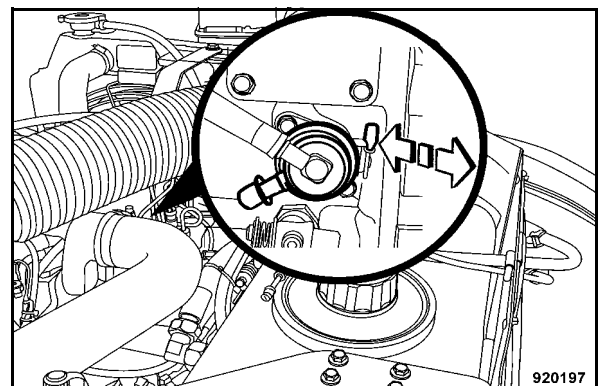

Fig. 158
- Actionner la pompe à carburant (Fig. 158) jusqu'à ce qu'uniquement du carburant propre s'écoule de la vis de purge.